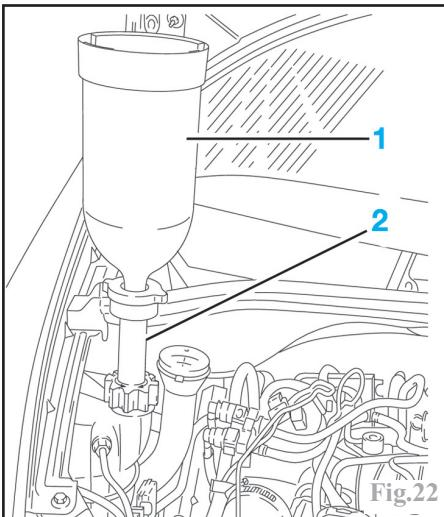

Fig.22
Accoupler la durit inférieure sur le radiateur. Remettre le bouchon sur le bloc moteur. Placer un appareil de remplissage par gravité (1) (réf. 4520-T) avec son adaptateur (2) (réf. 4222-T) à la place du bouchon du vase d'expansion (Fig.22).